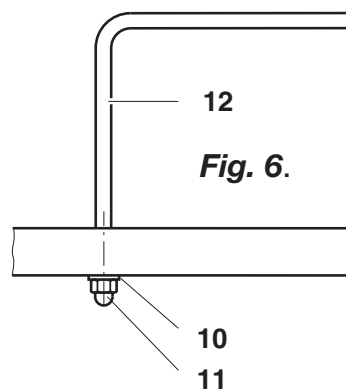

Fig. 6.
- Insérer l'étrier de matelas **12** dans le cadre de lit, et le fixer à l'aide des rondelles **10** et des écrous borgne **11**, **fig. 6**.